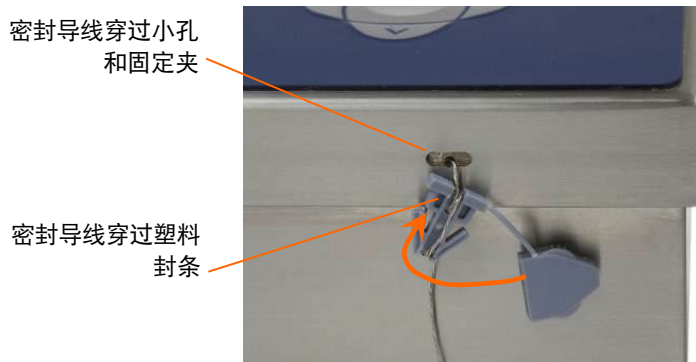

图2-52: 穿好线后，将固定夹夹上
IND245 仪表的铅封细节见图 2-52，具体步骤如下：
3. 如图 2-52，把密封导线的底端穿过固定夹内的小孔，剪掉绳子多余的部分，然后把固定夹关上